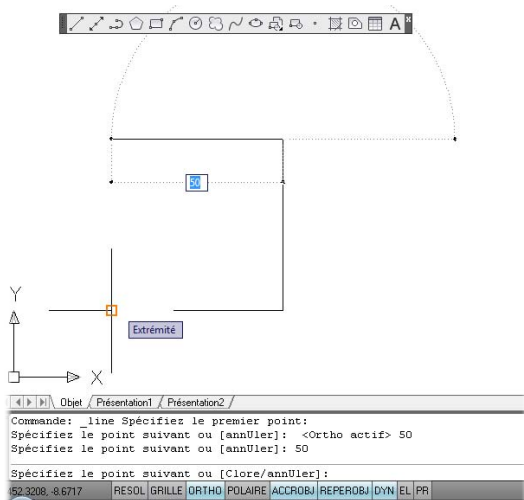

Figure 2.82
1. Aidez-vous des poignées, mode Accrobj actif (« accrobj » est le raccourci désignant les accrochages aux objets) : position des milieux géométrique, extrémités, etc. Construisez quatre carrés pour avoir directement ces points stratégiques (voir Figure 2.82).